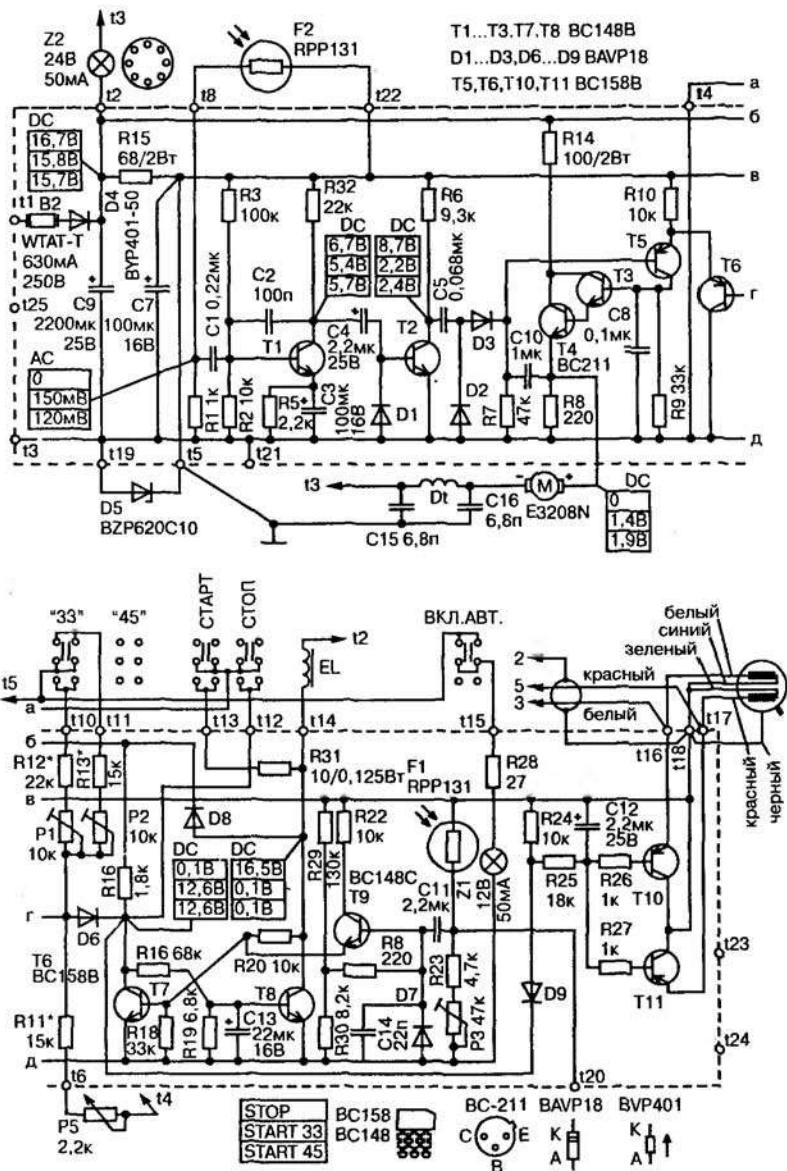

Рис. 1.35. Электрическая схема «Unitra G-600C»
- ввести аккумуляторное питание привода. Для реализации потребуются два аккумулятора 12 В/7 А·ч, соединенных последовательно и подключенных к точкам t1 («+» питания) и t3 («-» питания) электрической схемы (рис. 1.35);